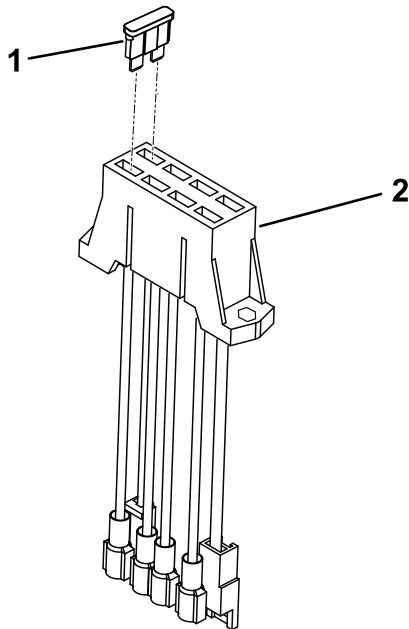

Figura 7
4. Introduzca el fusible de 20 A en la ranura del bloque de fusibles (Figura 7).